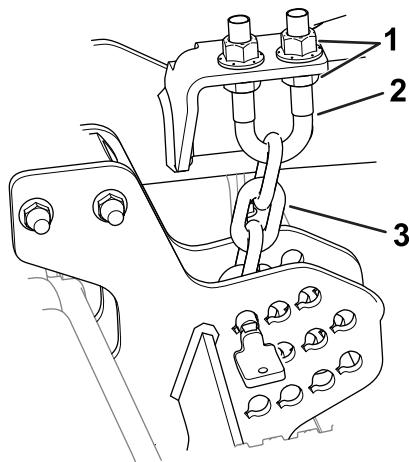

Figura 11
6. Afloje las contratuerças en la parte superior o inferior del perno en U de la cadena de altura de corte (Figura 11).